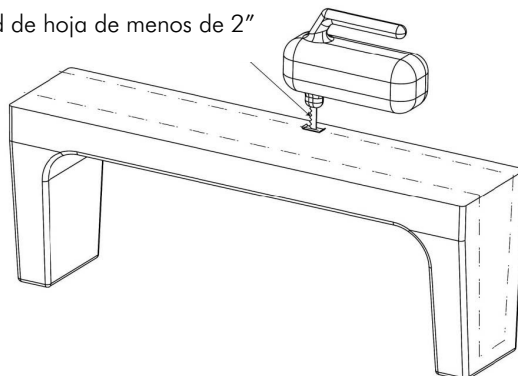

Figura 5
- Corte el Escalón CleanCut para que se ajuste a la abertura de la tina recortada con una sierra caladora (Figura 5). Sujete las tiras de velcro en ambos lados de la sierra caladora para evitar dejar marcas no deseadas en el Escalón CleanCut. Es importante que se use una cuchilla de menos de 2" para cortar el Escalón CleanCut y así no cortar accidentalmente a través de la parte superior del Paso. Quite cualquier exceso de longitud en la hoja de la sierra caladora original más allá de 2".